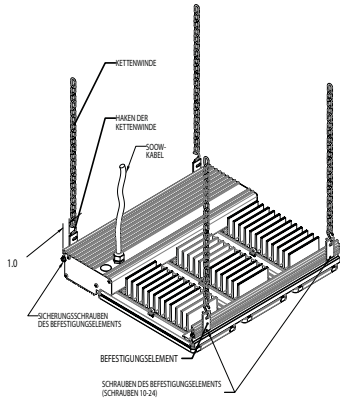

Abbildung 3 – Kettengewindemontage
- Die Befestigungselemente sind 1" von jedem Ende des Leuchtmittels aus dem Werk entfernt (siehe Abbildung 3). Wenn Befestigungselemente neu positioniert werden müssen oder lose werden, dann ziehen Sie die Schrauben 10-24 bis auf 2,4 Nm fest, bevor Sie das Leuchtmittel aufhängen. Die Sicherungsschrauben des Befestigungselements sollten auf bis zu 7,3 Nm in allen vier Ecken des Leuchtmittels festgezogen werden. Die Befestigungselemente müssen in gleichem Abstand von den Enden des Leuchtmittels angebracht werden, damit das Leuchtmittel parallel zum Boden hängt.
- Die Ketten sollten gleich lang geschnitten sein, damit das Leuchtmittel parallel zum Boden hängt. Installieren Sie vier (4) Haken und vier (4) Ketten an das Leuchtmittel. Montieren Sie das Leuchtmittel mindestens 91 cm von der Decke.